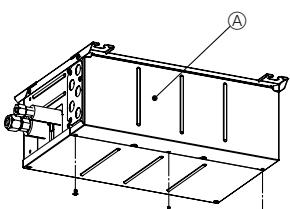
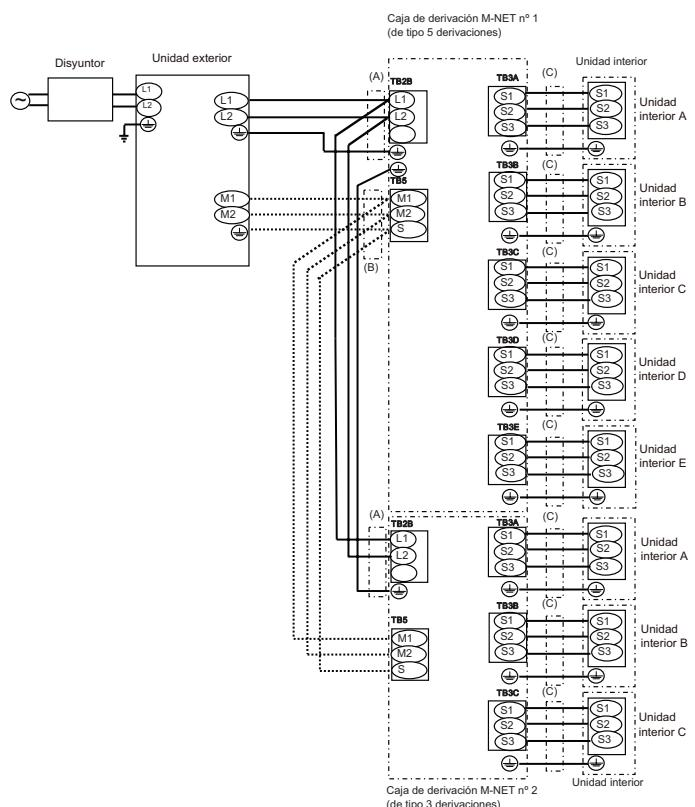

Fig. 8-1
Fig. 8-9
(1) Retire la cubierta eléctrica. (Fig. 8-1)
(2) Retire la cubierta de conducto.
(3) Introduzca el cableado en la caja de derivación a través de la placa de conducto y fíjelo con la placa de conducto. (consulte el apartado 8.1)
(4) Conecte firmemente cada cable al bloque de terminales pertinente. (Fig. 8-9)
(5) Configure el interruptor DIP. (consulte el apartado 8.3)
(6) Vuelva a colocar la cubierta eléctrica.
8.2. Procedimiento de cableado exterior (Fig. 8-9)